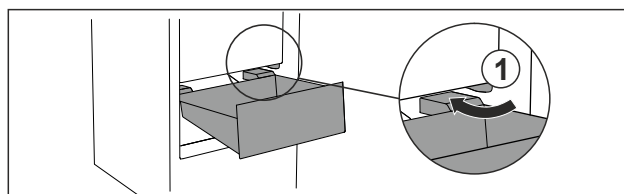

Fig. 116
- ▶ Far passare il cassetto intorno ai fermi Fig. 116 (1) inclinandolo.